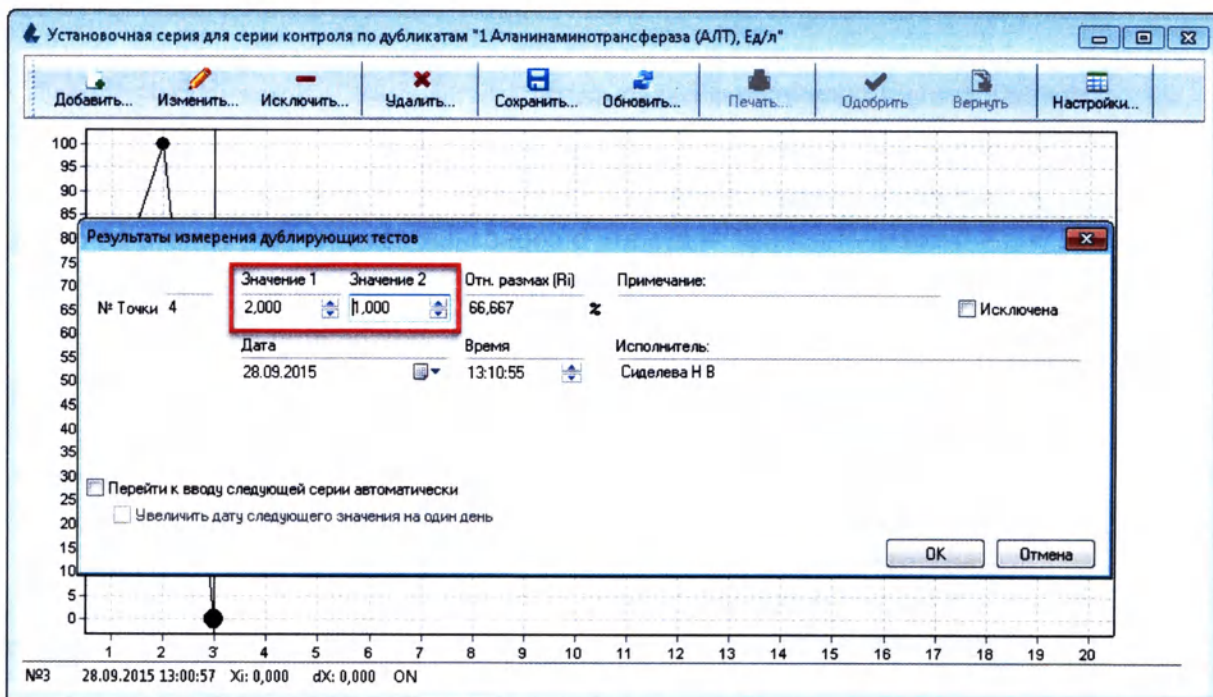

Рисунок 12.79
2. В открывшемся окне введите значения для двух показателей (Рисунок 12.79).